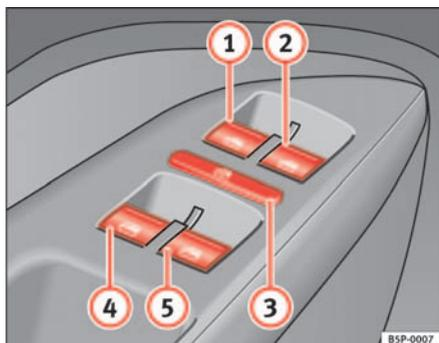

Fig. 71 Dettaglio della porta del conducente: comandi per l'apertura e la chiusura dei finestrini anteriori e posteriori
I tasti ⇒ pag. 107, fig. 71 ① e ② hanno due livelli per l'apertura e due per la chiusura dei finestrini. In questo modo è più facile eseguire le operazioni di apertura e chiusura.